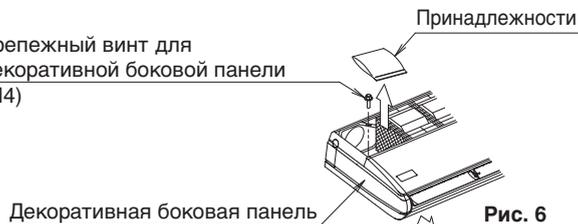

Рис. 6
- Чтобы снять декоративные панели, выверните фиксирующие винты (по одному на каждой) и потяните на себя. (См. рис. 6)
- Извлеките дополнительные принадлежности. (См. рис. 6)
- Откройте смотровое отверстие со стороны ввода проводки на задней или верхней поверхности и установите пластиковую изоляционную трубку (10).